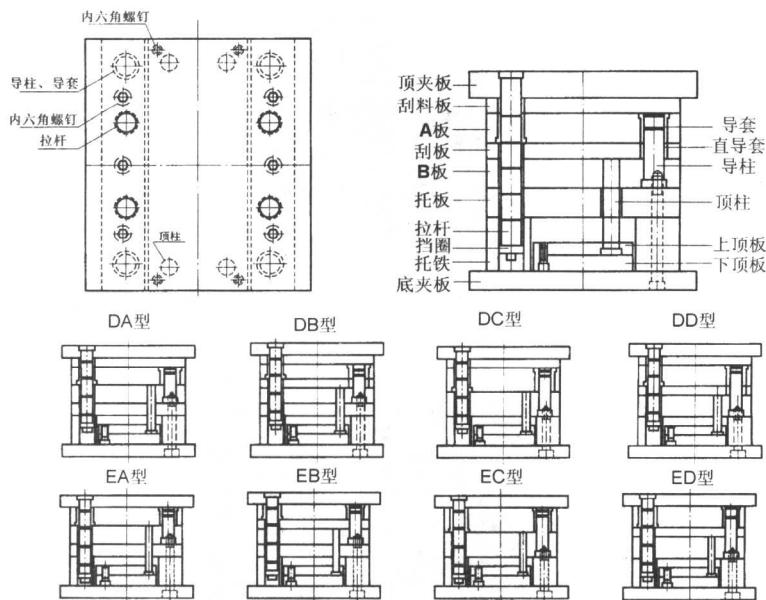

图 1-10 小水口模架平面结构图
- 小水口模架：指进料口采用点浇口模具（三板式模具）所选用的模架，总共有 DA 型、DB 型、DC 型、DD 型、EA 型、EB 型、EC 型和 ED 型 8 种型式，如图 1-10 所示，其中以 D 字母开头的 4 款型式适用于自动断浇口的模架。